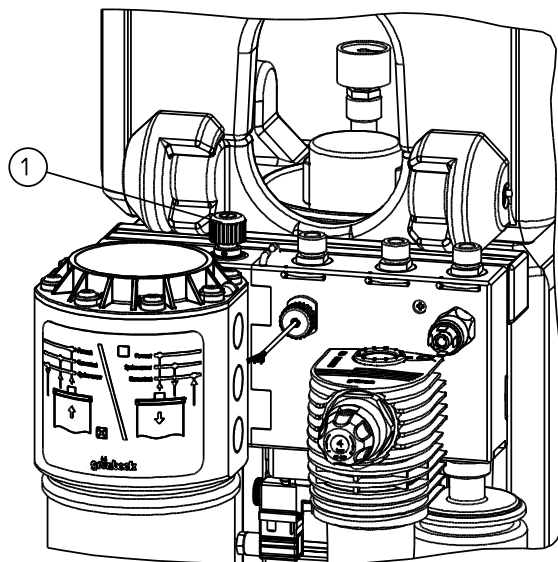

Abb. F-4: Hydromodul
- Konzentrattfluss am Nadelventil Konzentrat (siehe Abb. F-4, Pos 1) einstellen